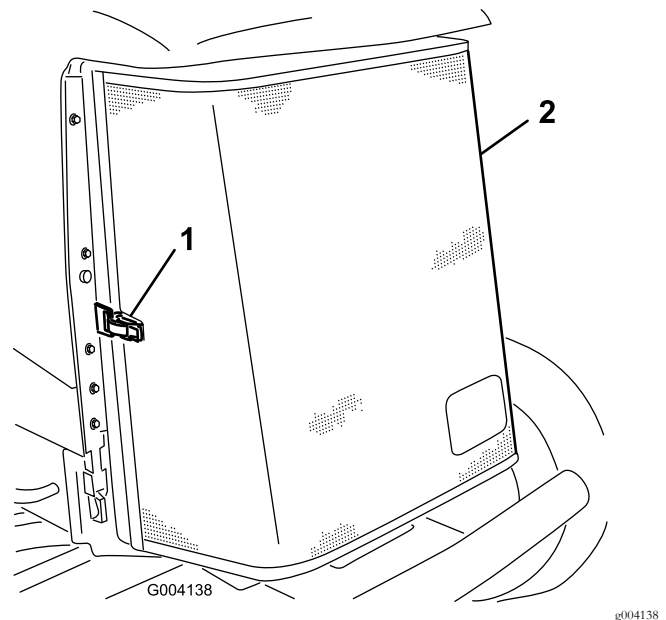

Figure 50
3. Déverrouillez l'attache et ouvrez la grille arrière (Figure 50).